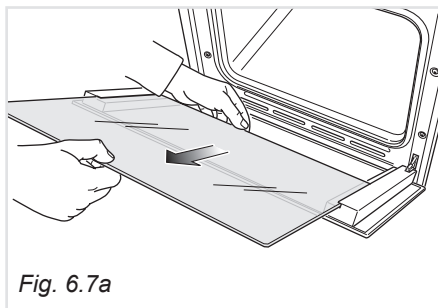

Fig. 6.7a
- Sfilare delicatamente il vetro interno (fig. 6.7a) e pulirlo con prodotti idonei. Asciugarlo sempre accuratamente.